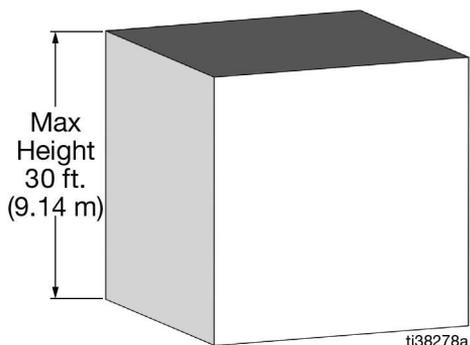
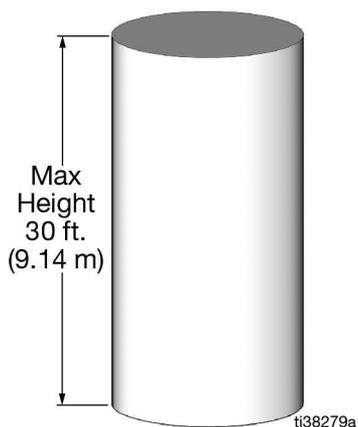

FIG. 14
FIG. 15
- As paredes do tanque devem estar uniformemente verticais, do nível vazio ao cheio (FIG. 14 e FIG. 15).